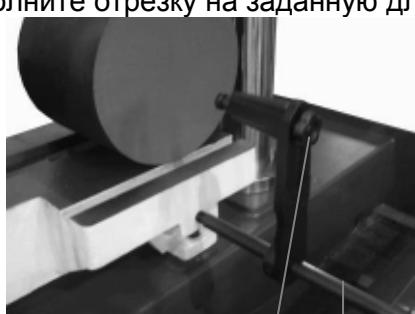

Рис.14 К Н
1. Установите концевой упор на направляющей (H), Рис.14, на необходимом расстоянии от ленточного полотна, винтом (K) выполните точную регулировку расстояния и зажмите его.
2. Установите заготовку до касания с винтом (K), при необходимости, отрегулируйте длину винтом (K).